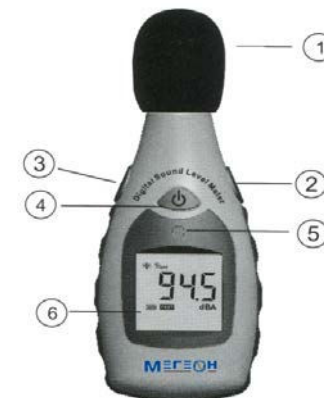

Рисунок 1
3. Включите шумомер и установите с помощью потенциометра, расположенного в отсеке батареи шумомера, согласно калибратору нужное показание уровня на ЖК-дисплее (94.0 дБ, см. рисунок 1).
#### 4 Элементы прибора и их назначение (Рисунок 1)